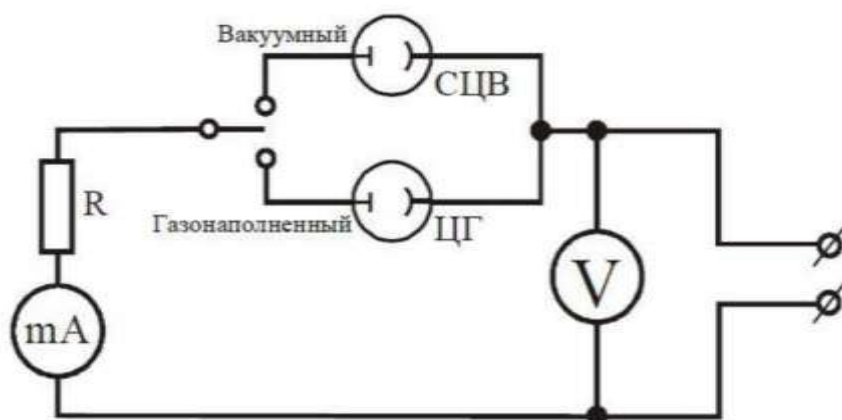

Рис. 1. Схема включения вакуумного и газонаполненного фотоэлементов.
1. Собрать схему инвертирующего усилителя, установив перемычки согласно рис. 1. Подключить к входу (гнезда X9 и X14) и выходу (гнезда X10 и X15) операционного усилителя мультиметры в режиме измерения постоянного напряжения. Установить переключатель SA1 в соответствующее положение с учетом заданного преподавателем значения сопротивления R4 (табл. 1)